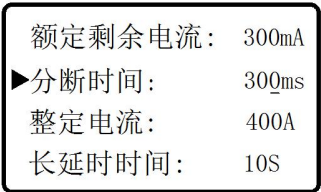

图 6-10
6.4.5 在【参数设置】下，按【确认】，输入密码（初始：0000）进入参数设置界面。按【▲】或【▼】键，修改参数，按【确认】键，上下移动光标。如图 6-10，【返回】键，返回菜单界面。